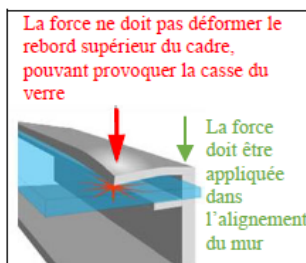

Figure 1a : Position de la Force de serrage de la bride
1) **Attaches ou brides de serrage** : Monter le module en installant les brides sur les côtés longs du module. Se reporter aux plages admissibles à la section 5.0 (Annexe). Les installateurs doivent s'assurer que les attaches ou brides de serrage sont suffisamment solides pour résister à la pression maximale à laquelle le module peut être soumis. Les brides et attaches de serrage ne sont pas fournies par SunPower. Les brides qui maintiennent le haut du cadre ne doivent pas déformer son rebord supérieur. La bride doit appliquer une force dans l'alignement du « mur » du cadre du panneau et non seulement sur le rebord supérieur. Les brides ou les procédures d'installation qui exercent une force excessive sur le rebord supérieur vont déformer le cadre, annuler la garantie et risquent de briser le verre. La Figure 1a illustre la position de la force à appliquer par la bride sur la partie supérieure du cadre. Ne pas positionner la bride à moins de 50 mm du coin du panneau pour éviter le risque de déformer le rebord supérieur du cadre et de casser le verre. Le couple de serrage des brides ne doit pas dépasser 15 N.m pour réduire les risques de déformation du cadre. Le système de montage doit être évalué pour sa compatibilité avec les panneaux avant toute installation, tout particulièrement quand le système n'utilise pas de brides ou d'attaches de serrage. Veuillez contacter Maxeon Solar Technologies pour valider l'utilisation d'attaches ou de brides de serrage non conventionnelles avec des valeurs de couple de serrage supérieures aux valeurs mentionnées ci-dessus.